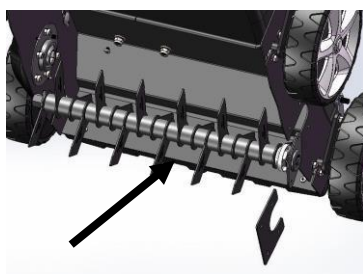
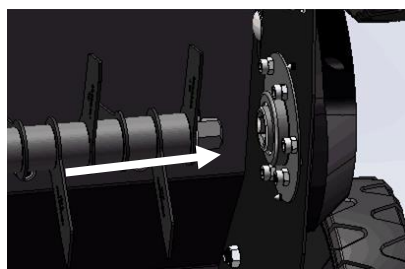
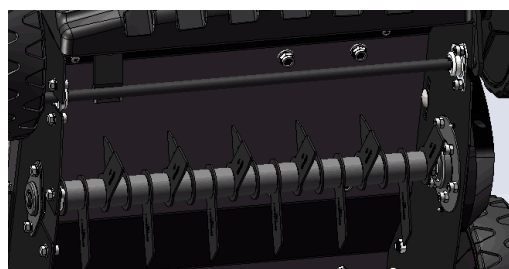

Fig.11C
Fig.11D
Fig.11E
- Levantar o rolo e puxá-lo para fora na direção das setas. (Fig. 11C)
- Deslize o novo rolo na direção das setas, insira o eixo no encaixe hexagonal e pressione o outro lado no suporte. (Fig.11C/ Fig.11D/ Fig.11E).